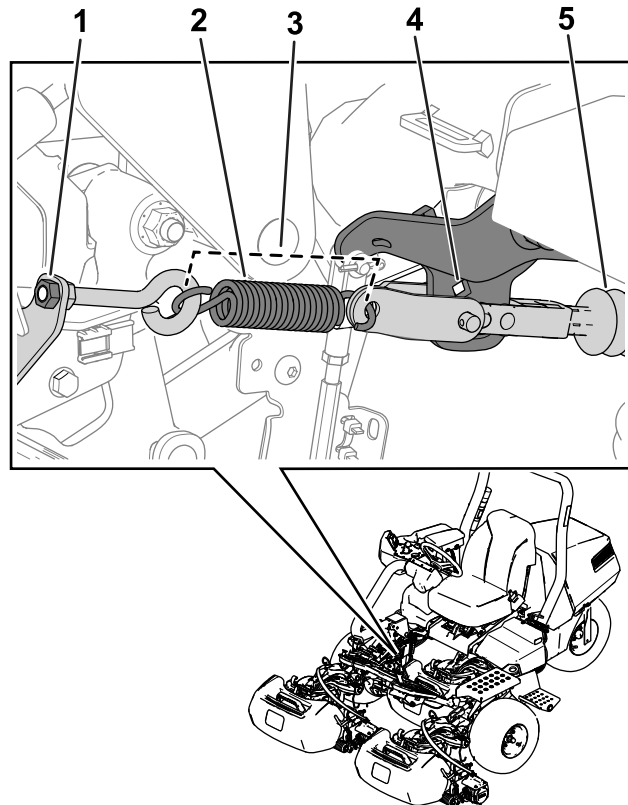

Figur 23
1. Använd cylindersprinten och saxpinnarna som du tog bort tidigare för att fästa bromscylintern vid den nedre monteringsplattan (Figur 23).